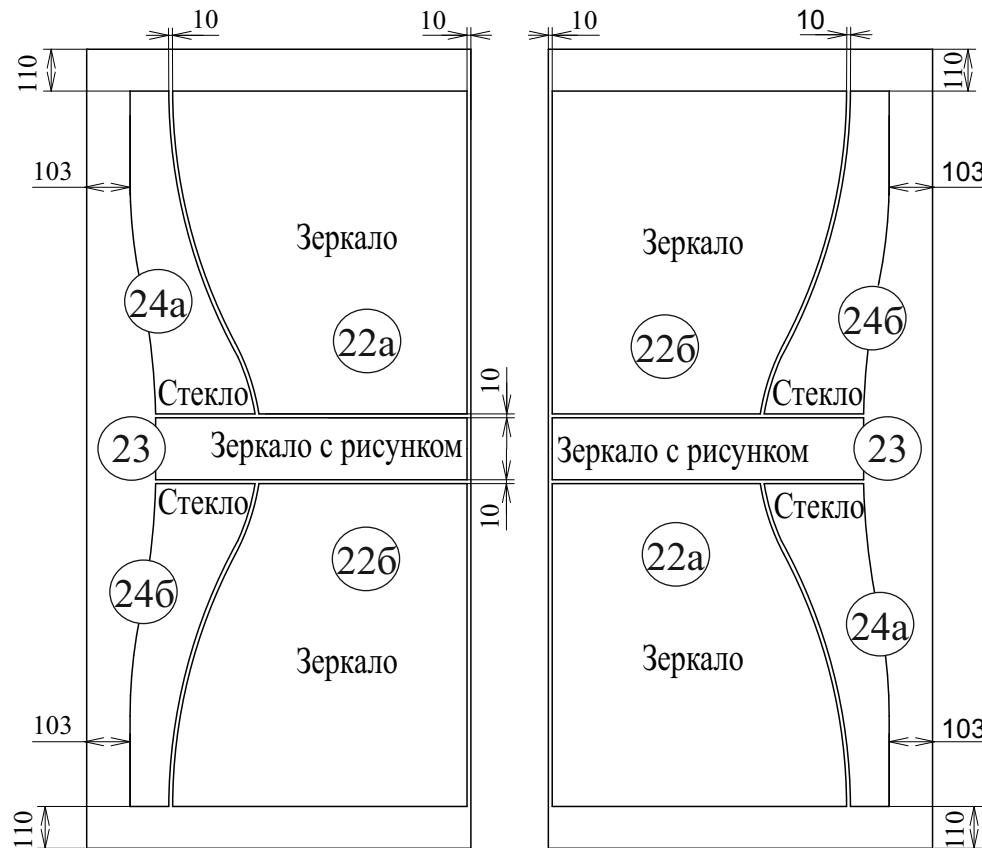

Рис.10
14. Поклейку следует начинать с зеркала 22а(22б), приставив ближний к краю торец зеркала к поверхности двери. Спозиционировать ближний к краю угол так, чтобы зеркало закрывало отметку на поверхности двери (воспользуйтесь шаблоном 17). Затем, зафиксировав рукой торец зеркала на поверхности двери, медленно опускать зеркало до соприкосновения с поверхностью, контролируя, чтобы зеркало опускалось параллельно краю двери. **Внимание!!! Особо следить за ровностью поклейки, т.к. разделение двери и зеркала - очень трудоемкий процесс.** Далее следует приклеивать зеркало с рисунком по той-же технологии, по отметкам, прокладывая шаблон ДВП между зеркалами. Затем второе зеркало 22а(22б) и стекла (рис.10). Подобным же образом поклеить зеркала 23 и стекла 24а(24б) на вторую дверь-купе.